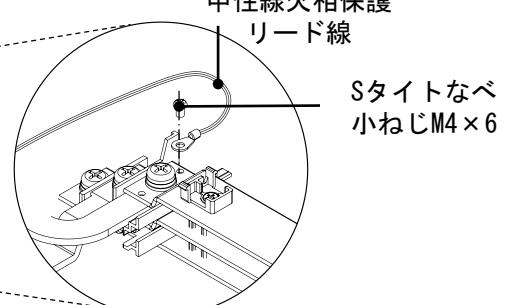

図4
- ⑤中性線欠相保護付ブレーカ選定の場合は、基本ユニットのN相に中性線欠相保護リード線をSタイトなべ小ねじM4×6で接続してください。(図4)